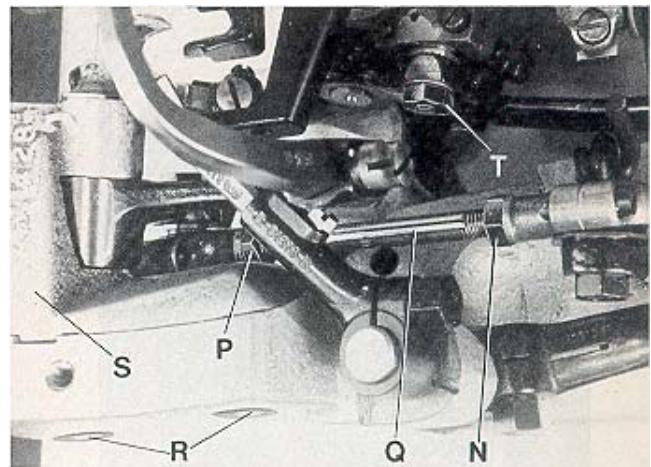

Fig.8
HINT: In case the adjusting possibility of the spreader by means of the two offset flats on the spreader shank is not sufficient, additionally the complete spreader shaft bearing (S, Fig. 8) can be moved slightly up or down when loosening screws (R). Retighten screws.
If an adjustment is necessary, loosen nuts (N and P, Fig. 8) and turn connecting rod (Q) forward or backward as required to obtain the required position.
After this setting recheck the position of the spreader to the left needle, as described above. Reset with connecting rod (Q, Fig. 8) if required and tighten nuts (N and P).
DATO: En el caso de que de haber hecho el ajuste del spreader a ambos lados del tronco no sea suficiente, se recomienda mover el rodamiento del looper (S, Fig. 8) ligeramente hacia arriba o hacia abajo, cuando se suelten los tornillos (R). Apriete los tornillos.
De ser necesario un ajuste, afloje las tuercas (N y P, Fig. 8) y gire la varilla de conexión (Q) hacia adelante o hacia atrás, como sea requerido, hasta obtener la posición adecuada.
Después de realizar este ajuste, verifique la posición del spreader superior con la aguja, tal y como se describe en el párrafo anterior. Reajuste con la barra de conexión (Q, Fig. 8) de ser necesario y apriete de nuevo las tuercas (N y P).
If an adjustment is required, loosen nut (T, Fig. 8) on the double joint and swing the lower looper lever with lower looper accordingly to the right or left. Retighten nut (T).
De ser necesario un ajuste, suelte la tuerca (T, Fig. 8) en la doble unión y mueva la palanca del looper inferior con el looper inferior hacia la derecha o izquierda, como sea necesario. Reajuste la tuerca (T).